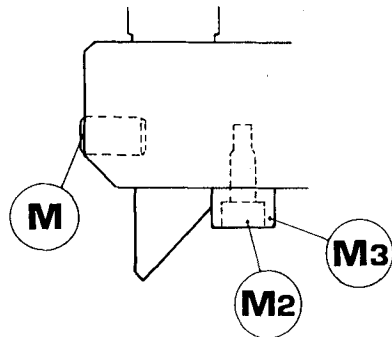

Fig. 18
- 2) - Sbloccare la piastrina (M3) allentando le viti (M2), (fig. 18).
- 2) - Loosen the screws (M2) holding the plate (M3) in position (fig. 18).
- 2) - Libérer la plaquette (M3) en dévissant la vis (M2) (fig. 18).
- 2) - Das Plättchen (M3) durch lockern der Schrauben (M2) (Abb. 18) entfernen.
- 2) - Desbloquear la chapita (M3) aflojando los tornillos (M2) (fig. 18).